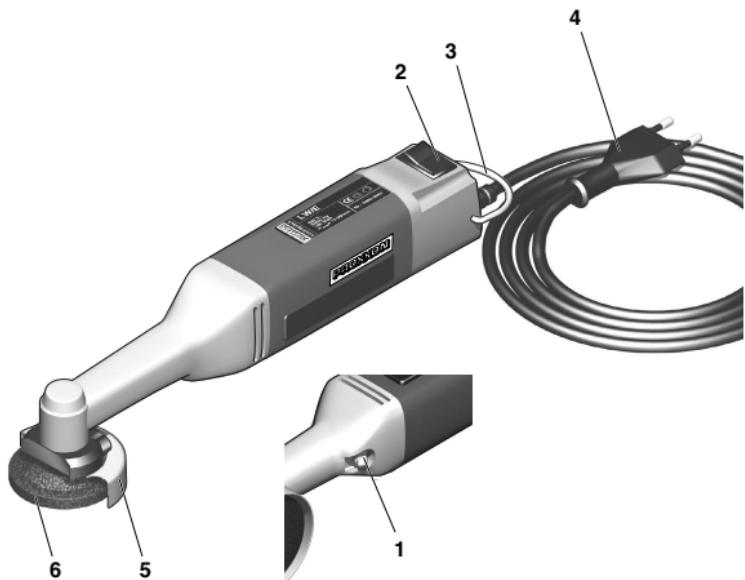

Fig. 1
1. Gerät am Schalter 3 (Fig. 1) einschalten.